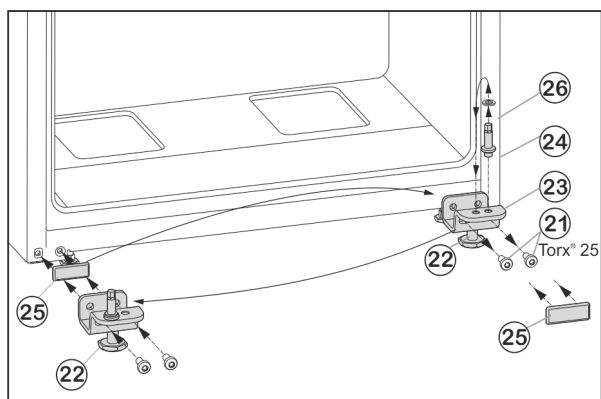

Fig. 7
- Svitare le viti di fissaggio Fig. 7 (21).
- Rimuovere completamente il cuscinetto di supporto inferiore Fig. 7 (23) con il perno del cuscinetto Fig. 7 (24), la rondella Fig. 7 (26) e il piede di regolazione Fig. 7 (22).
- Allentare completamente il perno del cuscinetto Fig. 7 (24) con la rondella Fig. 7 (26) nel foro di supporto situato nel lato opposto del cuscinetto di supporto e riavvitare saldamente.
- Estrarre con cautela la piastra di copertura Fig. 7 (25) e riapplicarla sul lato opposto.
- Riavvitare **saldamente (con 4 Nm)** tutto il cuscinetto di supporto inferiore Fig. 7 (23) con il perno del cuscinetto Fig. 7 (24), la rondella Fig. 7 (26) e il piede di regolazione Fig. 7 (22) sul nuovo lato della cerniera, eventualmente con l'ausilio di un avvitatore a batteria.
- Appoggiare la porta inferiore dall'alto sul perno cuscinetto Fig. 7 (24).
- Inserire il cuscinetto di supporto centrale (13) ruotato di 180° nella porta inferiore e avvitare usando le viti di fissaggio (11) (2 viti Torx® 25) sul nuovo lato della cerniera (**applicando 4 Nm**).
- Applicare nuovamente la rondella in plastica (10).
- Svitare il piedino regolabile Fig. 7 (22) sul cuscinetto di supporto inferiore Fig. 7 (23), fino a farlo appoggiare sul pavimento.